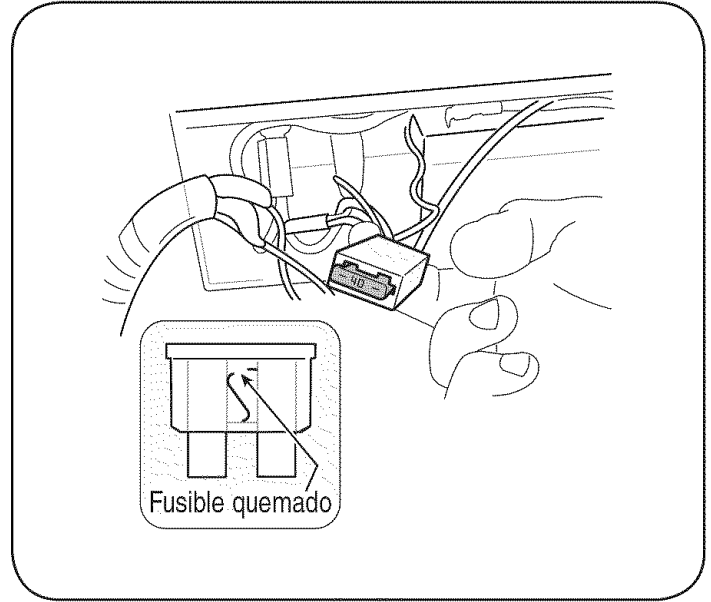

Figura 23
2. Retire el fusible del enchufe e inspeccione tal como se muestra en la Figura 23. Si está quemado, reemplace por un fusible de automóviles estándar de 40 amperes.